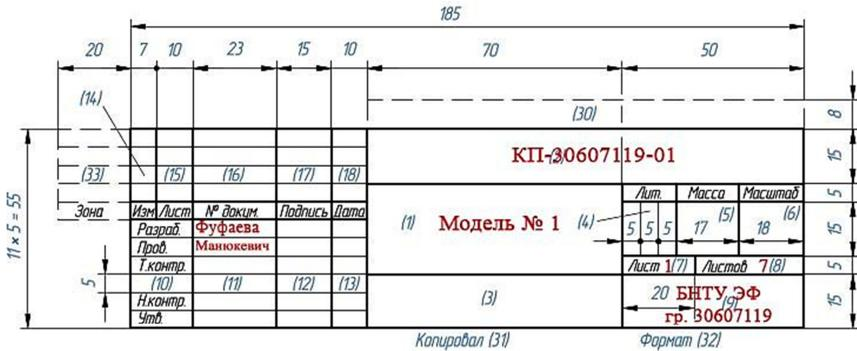

Рис. 1.6. Основная надпись чертежа
5. Нарисовать основную надпись чертежа (рис. 1.6). Использовать отрезки и полилинии. Фамилию преподавателя, собственную